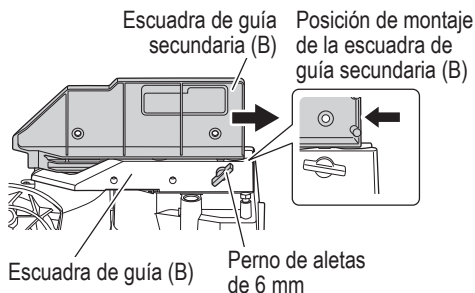

Fig. 20
5. Confirmación para el uso de la escuadra de guía secundaria (B)
Quando corte en bisel hacia la izquierda, afloje el perno de aletas de 6 mm, luego deslice la guía auxiliar (B) hacia afuera, como se indica en la Fig. 20.
**No hacerlo puede hacer que el cuerpo principal o la cuchilla de la sierra entre en contacto con la guía auxiliar (B) y produzca lesiones.**
En el caso del corte en ángulo directo y el corte en ángulo a bisel derecho, deslice hacia adentro hasta alcanzar la posición donde la escuadra de guía secundaria (B) hace tope y fíjela con un perno de aletas de 6 mm. (como se muestra en la Fig. 20).
Quando cambie el ajuste, rote los tornillos de fijación de 8 mm para cambiar su altura (Fig. 21-a, Fig. 21-b). Al cambiar el ángulo a bisel izquierdo de 45°, afloje el perno de aletas de 6 mm mostrado en la Fig. 20, deslice la escuadra de guía secundaria (B) hacia afuera e incline el cabezal del motor hacia la izquierda.